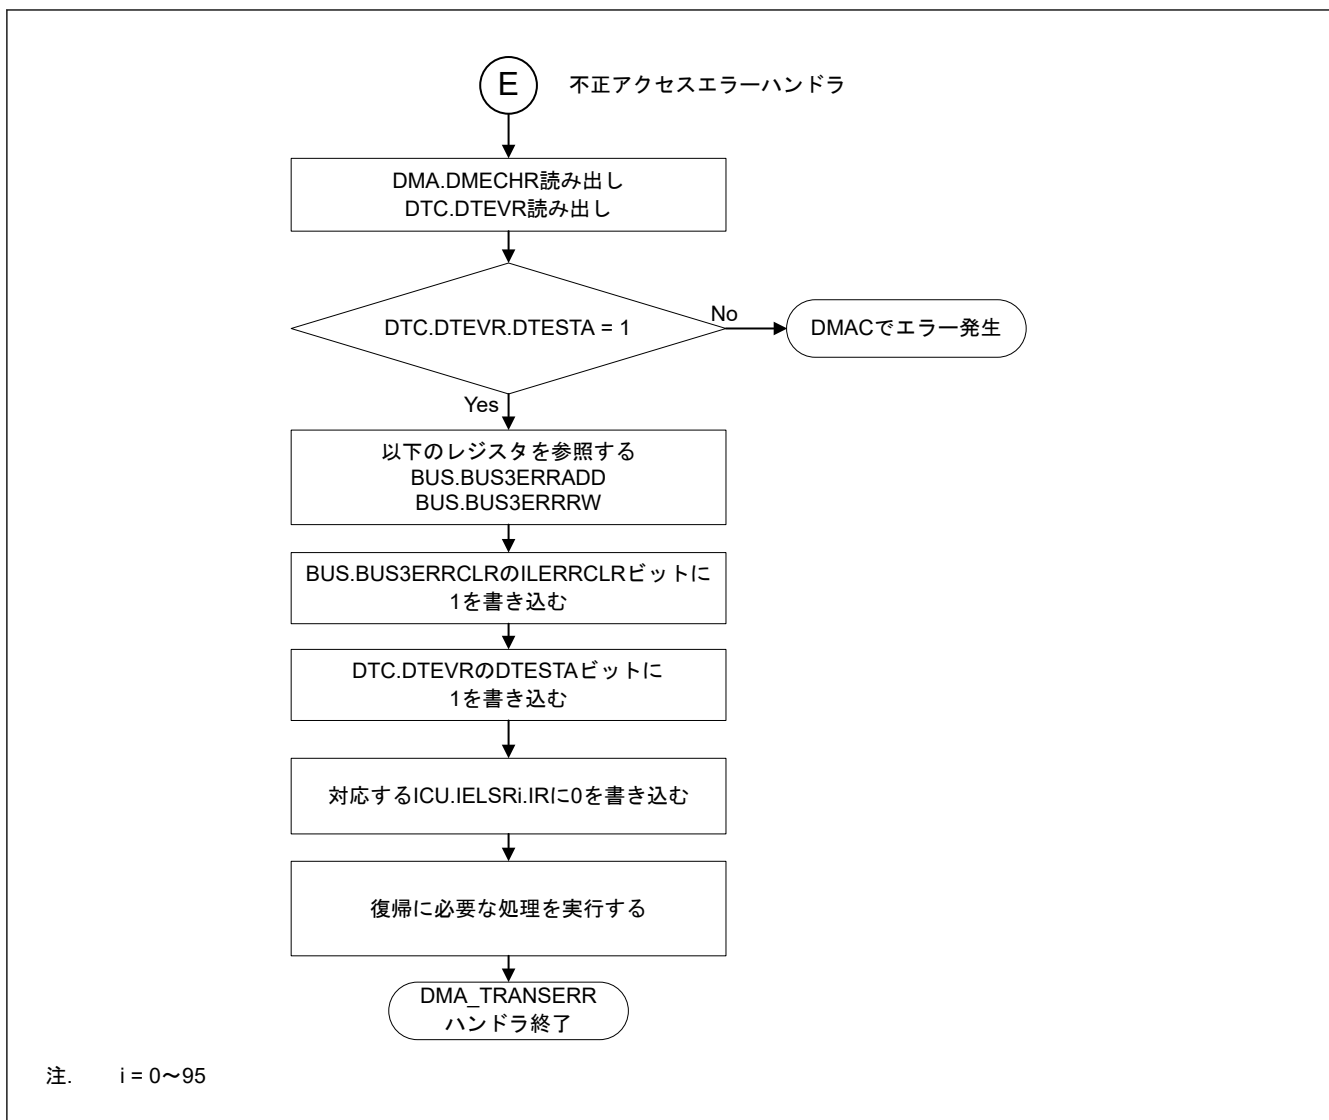

図 17.22 不正アクセスエラーの DMA_TRANSERR ハンドラにおける処理
- 図 17.22 に DTC の不正アクセスエラーが発生したベクタ番号とセキュリティ属性を確認するフローを示します。